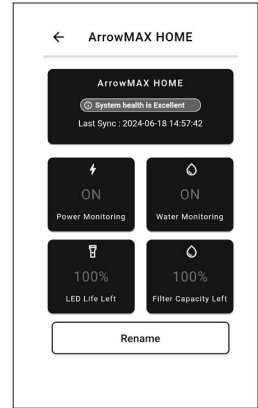

Figura 14: Datos y estadísticas
- c. Tras la activación del dispositivo, se mostrará la siguiente página de inicio con todos los datos y estadísticas del dispositivo. Esta es una página activa que se actualizará regularmente cuando el dispositivo esté conectado a su teléfono a través de WIFI o Bluetooth. (VÉASE FIGURA 14.)